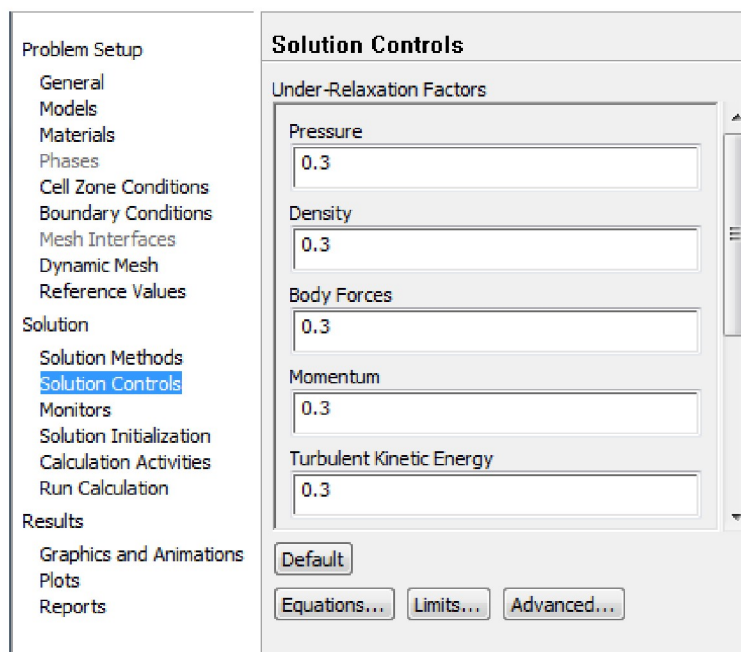

Рисунок 81 – Меню настройки подрелаксационных коэффициентов (*Solution Controls*)
14. Установка подрелаксационных коэффициентов происходит следующим образом (рисунок 81):